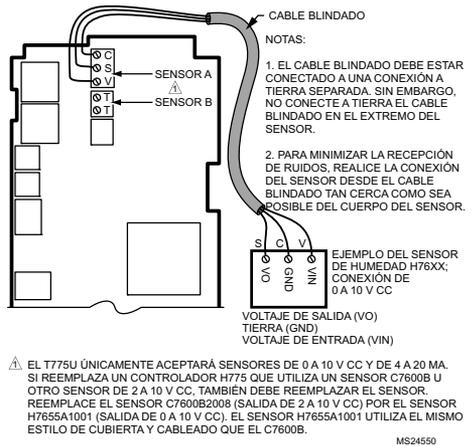
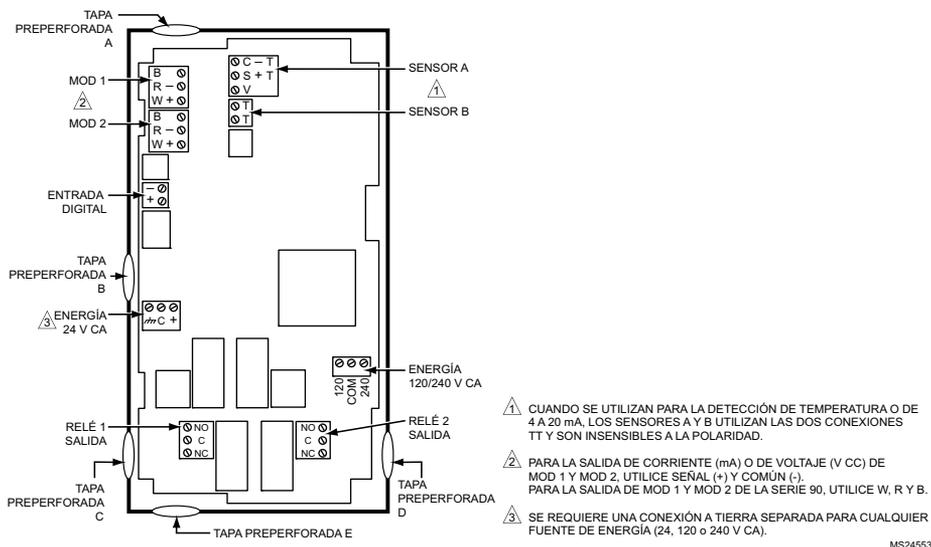
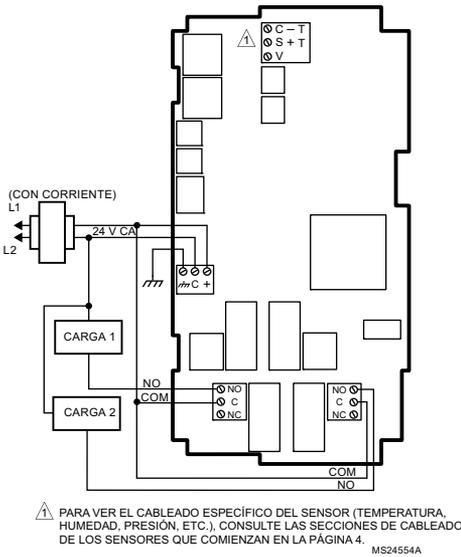

Fig. 5. Cableado de los sensores: conexión del cable blindado de 3 alambres del sensor A al sensor de 0 a 10 V CC (se muestra el sensor de humedad H76xx).
Fig. 11. Ubicaciones de los elementos y de los terminales del T775U.
Fig. 12. Cableado del control de dos etapas: entrada de 24 V CA y carga de 24 V CA.
Los sensores en las Fig. 5 – 8 que comienzan en la página 6 son ejemplos e ilustran el voltaje y el cableado de corriente de los sensores de 3 alambres y de 2 alambres al terminal del sensor A. Para ver los detalles de cableado del terminal, consulte la Fig. 11 y la Tabla 2 en la página 9. Se admiten otros sensores. Consulte las descripciones de los sensores en la página 2.
- Otros transmisores pueden conectarse de la misma manera. Por ejemplo, el cableado de 0 a 10 V CC que se muestra en la Fig. 5 de la página 6 con el sensor H76XX también puede realizarse con el P7640 o con cualquier otro transmisor.
Consulte la Fig. 11 en la página 9 para ubicar la entrada de energía adecuada, la entrada de los sensores remotos, el bajo voltaje, el cierre de contacto y los terminales de salida de carga.
Se puede acceder a los terminales a través de los troqueles de los conductos estándar (A a través de E en la Fig. 11 de la página 9) ubicados alrededor del perímetro de la cubierta:
Los terminales de conexión de cableado se muestran en la Fig. 11 y se describen en la Tabla 2. Consulte las Fig. 12 a 19 que comienzan en la página 10 para ver las aplicaciones de cableado típicas del T775U.
Las Fig. 12 a 19 ilustran el cableado típico del controlador para diversas aplicaciones.